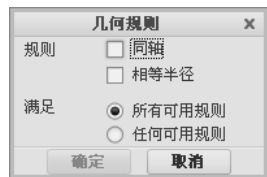

图 9-9 “几何规则”对话框
- 2 在“识别和选择”面板中单击“几何规则”按钮，打开“几何规则”对话框，如图 9-9 所示。